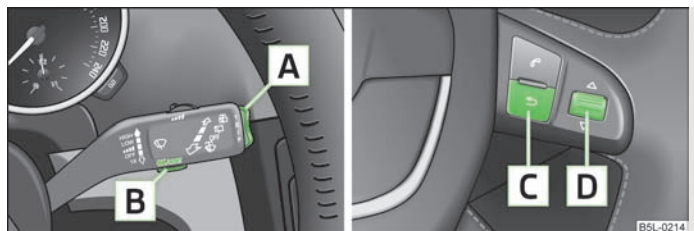

Fig. 7 Pantalla informativa: Elementos de mando en la palanca del limpiaparabrisas/elementos de mando en el volante multifunción
- El **Menú principal** se activa pulsando la tecla basculante [A] » fig. 7 durante más de 1 segundo.
- El **Menú principal** se activa pulsando la tecla basculante [C] » fig. 7 durante más de 1 segundo.